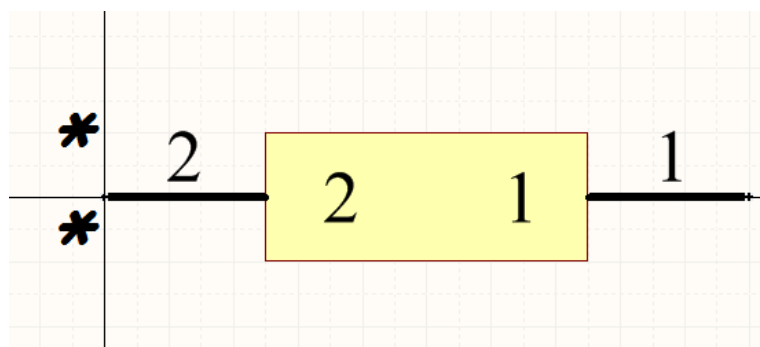

Рис. 2.5
5) Розмістіть контакт з правої сторони прямокутника. Потім розмістіть ще один контакт з лівої сторони прямокутника попередньо встановивши поворот на 180 градусів у графі **Orientation** у вікні налаштувань контакту (також можна натискати клавішу [**Space**], поки контакт приєднаний до курсора, щоб повертати його на 90 градусів проти часової стрілки). Для зручності розміщення компонента на схемі в майбутньому, розмістіть компонент таким чином, кінець одного з контактів знаходився у центрі координат. Результат зображений на Рис. 2.5.